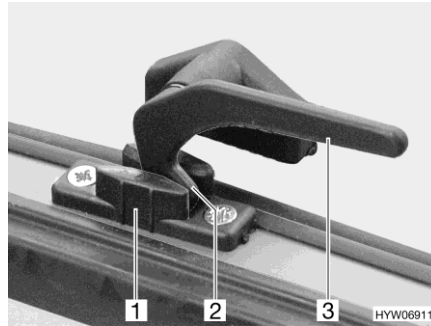

Bild 65 Verriegelungshebel (Stellung "Dauerbelüftung")
- in Stellung "Dauerbelüftung" (Bild 65)
- Alle Verriegelungshebel (Bild 65,3) eine viertel Umdrehung zur Fenstermitte hin drehen.
- Alle Verriegelungshebel wieder zurückdrehen. Die Verriegelungsnase (Bild 65,2) dabei jeweils in die Aussparung der Fensterverriegelung (Bild 65,1) einfahren.